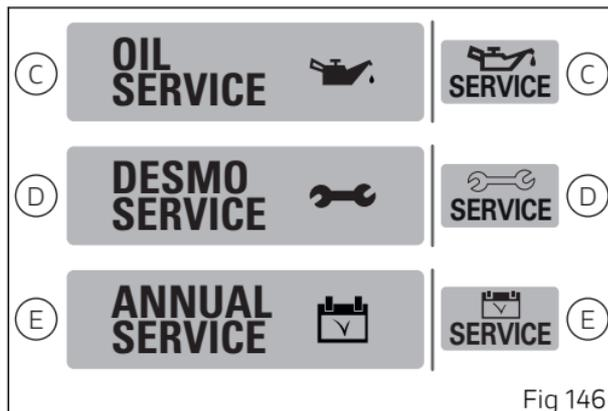

Fig 146
All'interno dell'immagine (Fig 146) sono raffigurate a sinistra la versione grande e a destra la versione piccola dei rispettivi tagliandi.
Raggiunta la soglia dei tagliandi e ad ogni successiva accensione del cruscotto, si attiva la segnalazione relativa in modalità grande (A, Fig 146) per 5 secondi, successivamente la segnalazione viene visualizzata in modalità piccola (B, Fig 146): "Oil Service" (C), "Desmo Service" (D), "Annual service" (E).